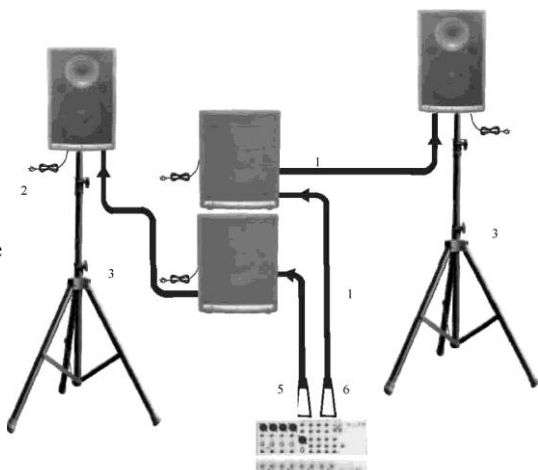

Рис. 4
5. После пользования, сначала выключите активные колонки, а затем микшер (рис. 4).
#### Пояснения к рис.4: